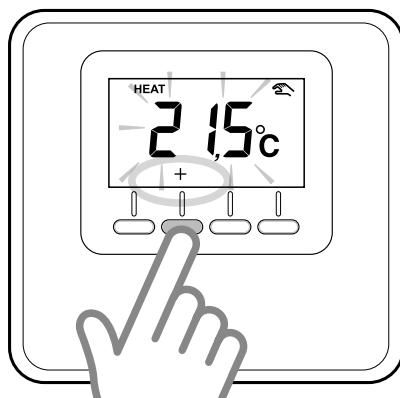

Fig. 5
Premere i tasti regolazione "+" o "-", per impostare il valore di temperatura ambiente che si desidera (fig. 5). Premere il tasto "OK" per confermare.
- Premere i tasti “+” o “-” per scegliere la zona da assegnare. (fig.5)